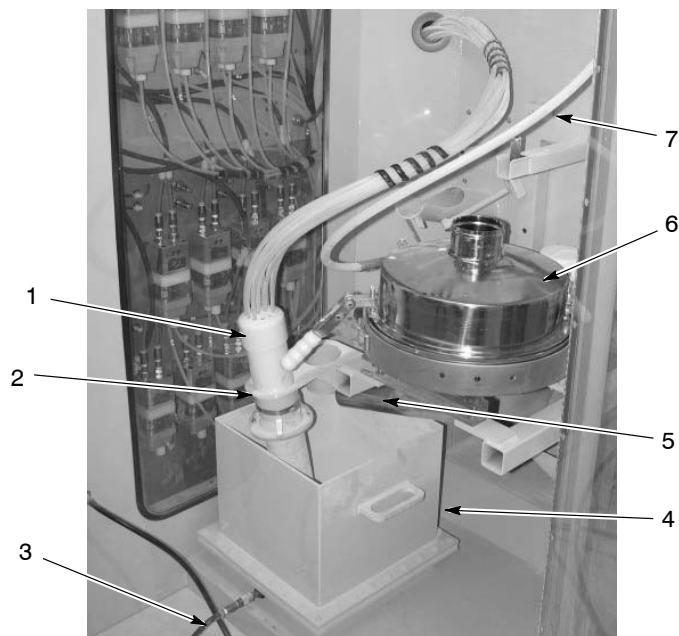

Bild 11 Inställning och anslutning av matningshopper och sikt
4. Se bild 11. Placera matningshopporn (4) under lansgejden (2).
5. Kontrollera att siktens tömningsränna (5) är placerad så att det utsiktade pulvret faller ner i matningshopporn. För att orientera rännan rätt, lossa hållarna för sikthuv, vrid rännan och drag därefter åt hållarna igen.
6. Anslut slangen för fluidiseringsluft (3) till hopporns fluidiseringsbehållare.
8. Om man använder återvinning, anslut transferslangarna för återvunnet och oanvänt pulver (7) till siktens tillopps-stosar.
14. Se bild 11. Sätt i lansen i lansgejderna.